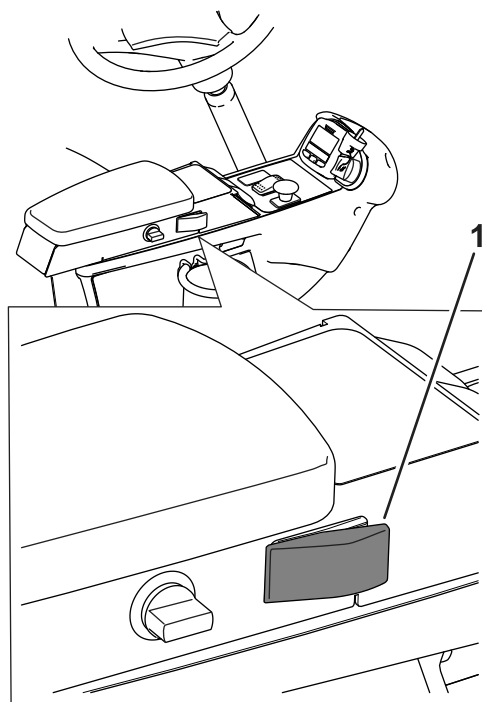
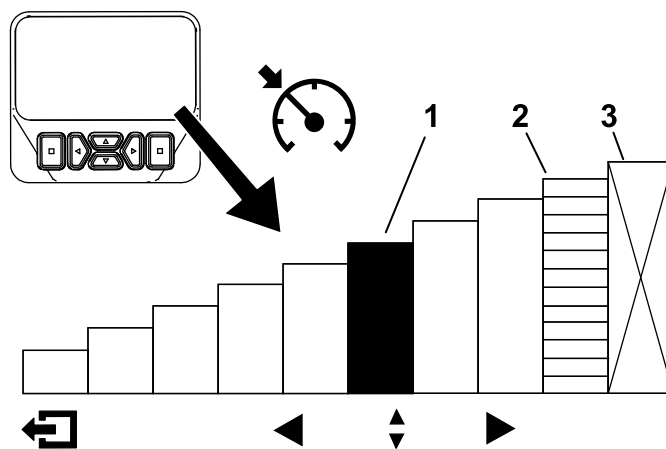

Figure 29
Figure 30
Après avoir activé la commande du régulateur de vitesse et programmé la vitesse (Figure 29), utilisez l'InfoCenter pour régler la vitesse du régulateur de vitesse (Figure 9 et Figure 30).
1. Placez la commande du régulateur de vitesse en position activée sur la console (Figure 29).
2. Utilisez l'affichage de l'InfoCenter pour régler la vitesse du régulateur de vitesse (Figure 30).